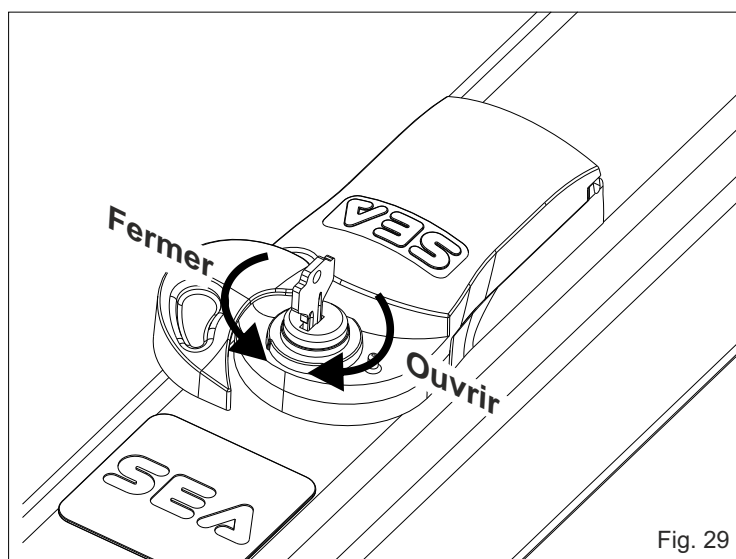
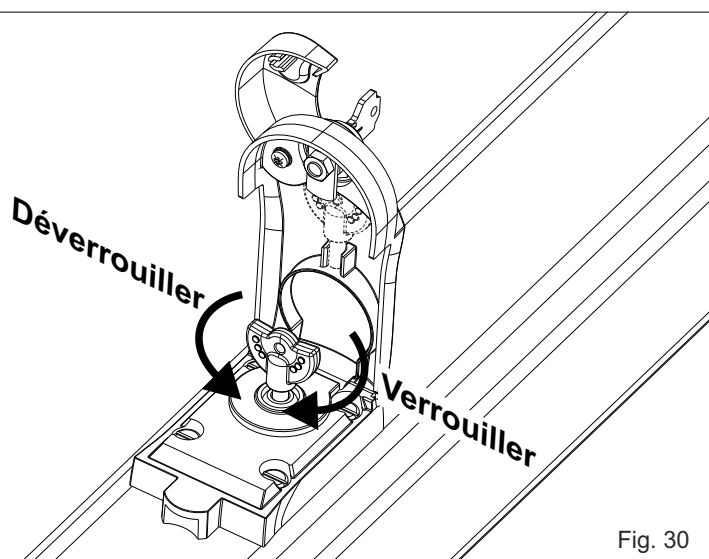

Fig. 29
Fig. 30
- Déverrouiller (comme dans Fig. 30).
ouvrir le couvre serrure, insérer la clé, la tourner de 90° dans le sens d'aiguilles d'une montre (voir fig.29) et ouvrir la trappe. Prélever la petite clé rouge placée sous la trappe, l'insérer et tourner de 90° dans le sens inverse des aiguilles d'une montre (voir fig.30).
tourner la petite clé rouge dans le sens d'aiguilles d'une montre jusqu'à son arrêt (voir fig.30), l'extraire, la remettre sous la trappe, refermer la trappe. **Attention: Tourner la clé au-delà d'un tour (360°) pourrait endommager le déverrouillage.** Tourner la clé de la serrure dans le sens inverse des aiguilles d'une montre pour serrer la trappe, extraire la clé et fermer le couvre serrure.